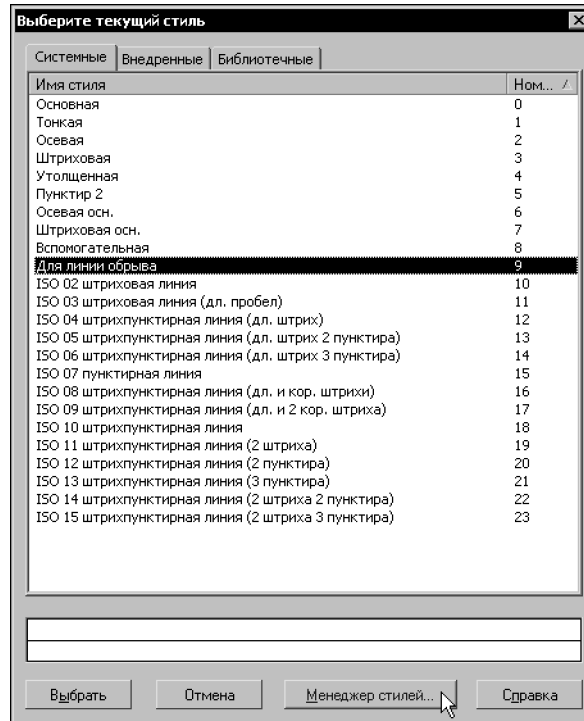

Рис. 129.3. Диалог выбора стиля линии
1. Разверните список **Стиль** на Панели свойств и выберите строку **Другой стиль**. На экране появится диалог выбора стиля линии (рис. 129.3).